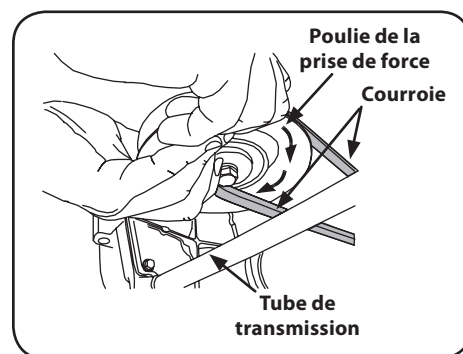

Figure 4-16
- d. Maintenez la courroie vers le bas et continuez de tourner la poulie de la prise de force jusqu'à ce que la courroie soit complètement délogée de la poulie. Voir Figure 4-16.
- Tirez sur le côté droit de la courroie et placez le côté plus étroit en forme de « V » de la courroie dans la poulie de la prise de force. Voir Figure 4-16.
- Tenez la courroie et la poulie, puis faites pivoter la poulie vers la gauche. Voir Figure 4-16. Continuez à tenir et à faire pivoter la poulie et la courroie jusqu'à ce que la courroie soit complètement enroulée autour de la poulie de la prise de force.